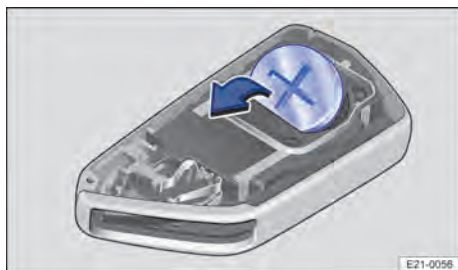

Fig. 56 Clé du véhicule : remplacement de la pile bouton
3. Retirez la pile bouton du compartiment à pile en faisant levier → fig. 56.
4. Insérez une pile bouton neuve de même spécification dans le compartiment à pile → ①.